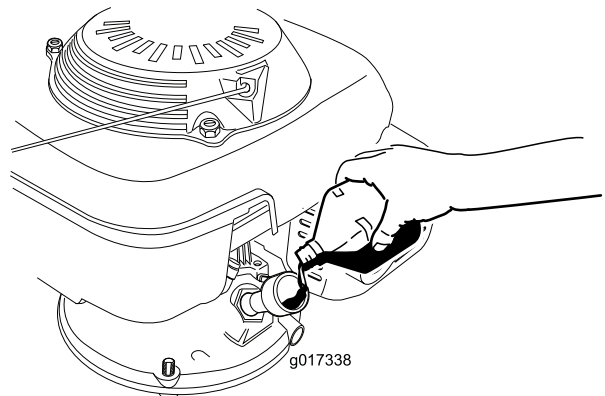

Figura 7
3. Vierta aceite **lentamente** en el tapón de llenado de aceite, espere 3 minutos y compruebe el nivel de aceite en la varilla limpiando la varilla e insertándola **sin enroscar** en el orificio (Figura 7).